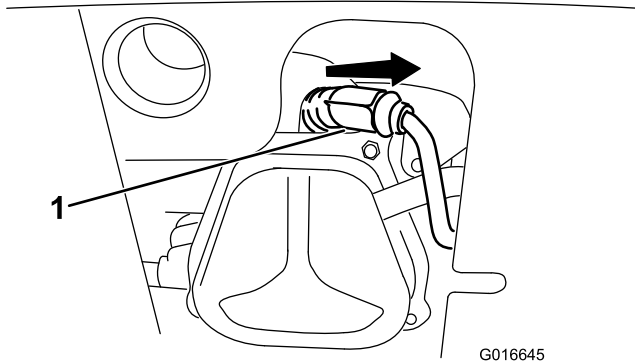

Figura 51
1. Togliete la guaina (Figura 51).